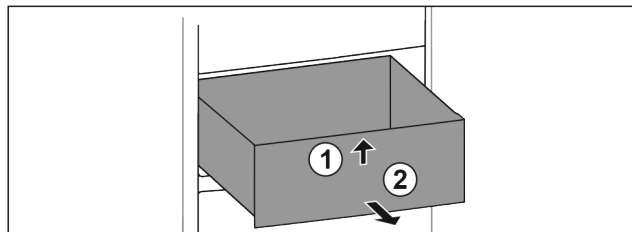

Fig. 81
- ▶ Nadvíhnite zásuvku vpredu. Fig. 81 (1)
- ▶ Odoberte zásuvku dopredu. Fig. 81 (2)